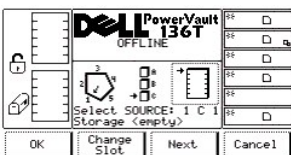

Figure 14. Status > Library > Slot > Dialogue Change Slot
- 1 Si la touche de fonction **Next** est enfoncée, le paramètre source actif passe de magazine à slot et le dialogue Change Slot s'affiche. Reportez-vous à la Figure 14.